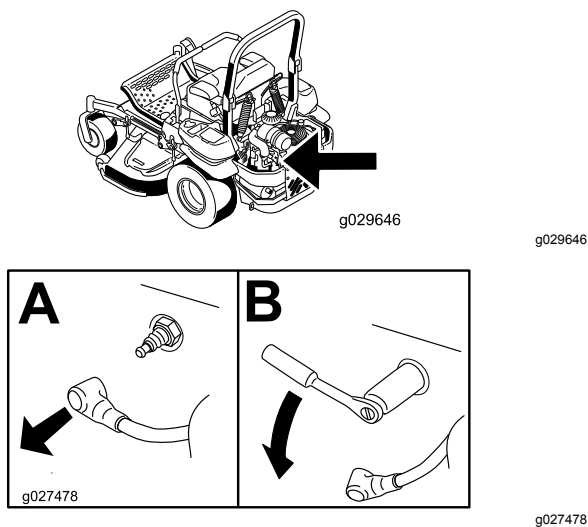

Figure 58
4. Déposez la bougie (Figure 58).